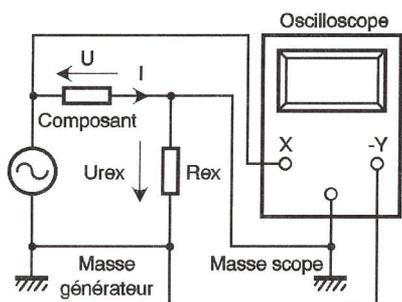
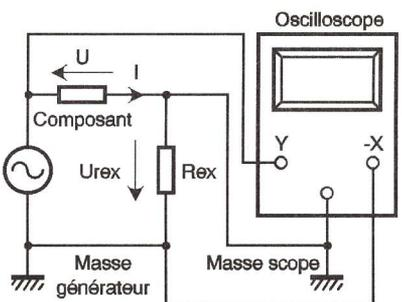
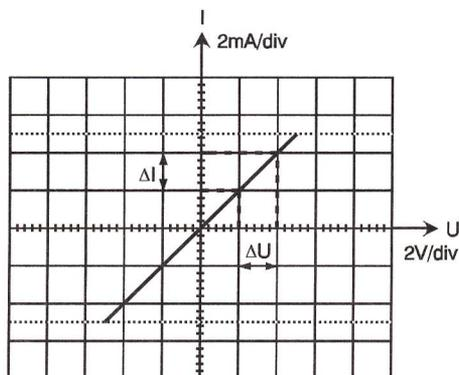

Fig 1a Relevé $I=f(U)$. Il faut penser à inverser la voie Y
Fig 1b Relevé $U=f(I)$. Il faut penser à inverser la voie X
Fig 2a Caractéristique d'une résistance 1000 Ω
■ **Dans les métaux**, la bande passante n'existe pas, la conduction est aisée. L'agitation thermique augmente avec la température, le coefficient de température est positif (figure 1a).
■ **Dans les isolants**, la bande interdite est très large. Les niveaux d'énergie de la bande de conduction sont vides. Lorsque la température augmente, cette énergie est suffisante pour faire passer quelques électrons sur la bande de conduction. Leur résistivité diminue, leur coefficient de température est négatif (figure 1b).
Suivant que la caractéristique que l'on souhaite visualiser donne les variations du courant en fonction de la tension $I=f(U)$ ou le contraire $U=f(I)$, on réalise le montage de la figure 1a ou celui de la figure 1b.
En utilisant systématiquement le montage de la figure 1a qui permet d'observer la caractéristique $I=f(U)$, nous obtenons successivement les courbes des figures 2a à 2c qui concernent respectivement une résistance de 1000 Ω , une diode 1N4148 et un condensateur de 1 μF . La résistance d'exploration conserve
La pente de la droite obtenue figure 2a permet de connaître la valeur de la résistance étudiée (si celle-ci était inconnue). En effet, avec un calibre vertical de 0,2V/div et une résistance d'exploration R_{ex} de 100 Ω , chaque division verticale correspond à 2mA ($=200mV/100\Omega$), la valeur de la résistance est donnée par $\Delta U/\Delta I=2V/2mA=1000\ \Omega$, résultat tout à fait en accord avec la valeur choisie.
Sur certains des montages proposés (figures 1a et 1b), les masses de l'oscilloscope et du générateur de signaux ne sont pas au même potentiel commun. Si les appareils que vous utilisez couramment ont leurs masses réunies via la connexion de terre de leur cordon d'alimentation secteur, vous ne pourrez réaliser les mesures décrites sans l'aide d'une sonde différentielle car, dans ce cas, l'un des deux éléments Rex ou le composant étudié se trouve court-circuité par la ligne de terre du réseau EDF. Pour éliminer cet inconvénient, on peut momentanément supprimer la liaison à la terre de l'un des appareils en interposant un adaptateur mâle/femelle 2 pôles au niveau de sa prise secteur 3 pôles. Une solution plus élégante consiste à utiliser une sonde différentielle comme celle que nous avons proposée dans le n°19 de GE (janvier 2000). Toutes les explications nécessaires à l'utilisation d'une telle sonde figurent par ailleurs dans l'article en question.